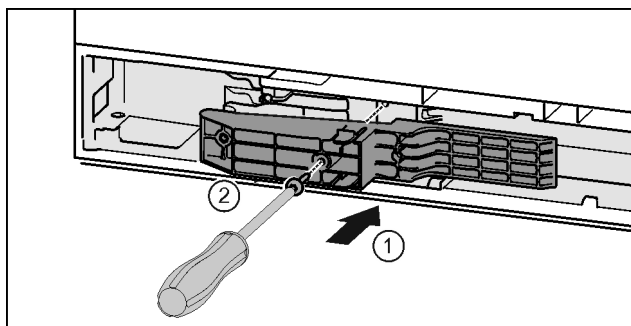

Fig. 45 *
- ▶ Pange adapterdetail käepideme küljel väljalõikesse. Fig. 45 (1)*
- ▶ Keerake kruvid kruvikeerajaga T15 kinni. Fig. 45 (2)*